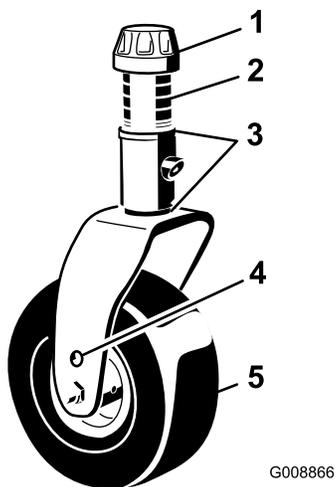
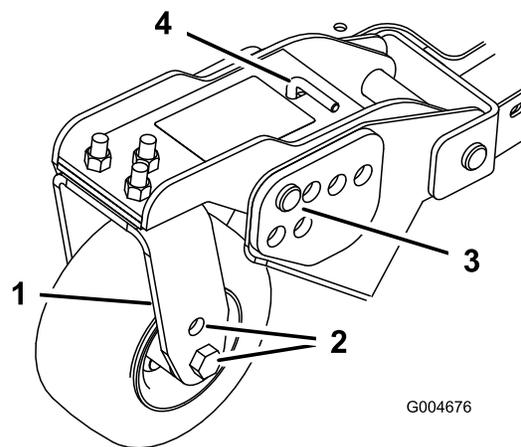
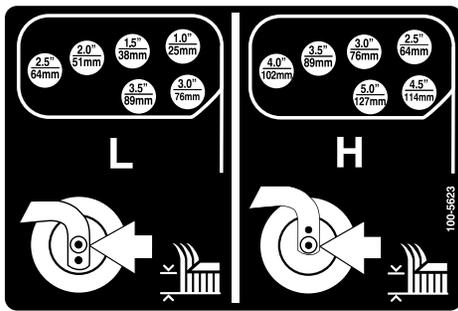

Figura 20
Figura 22
Figura 23
1. Posizionate gli assali delle ruote orientabili negli stessi fori di tutte le forcelle (Figura 20 e Figura 22). Vedere lo schema seguente per stabilire il foro corretto per la regolazione.
2. Togliete il cappuccio di tensione dall'asse del perno (Figura 20) ed estraete il perno dal braccio della ruota orientabile. Montate i due spessori (3 mm) sull'asse dei perni, come erano montati in origine. Questi spessori servono per ottenere un livellamento sull'intera larghezza degli apparati di taglio. Mettete il numero opportuno di distanziali da 13 mm sull'asse del perno, fino ad ottenere l'altezza di taglio richiesta, quindi montate la rondella sul perno.
4. Togliete la coppia ed i perni con testa dai bracci di rotazione delle ruote orientabili (Figura 22).
5. Girate il tenditore per alzare o abbassare il braccio di rotazione finché i fori non sono allineati con i fori della staffa dell'altezza di taglio selezionati, nel telaio dell'apparato di taglio (Figura 22 e Figura 23).